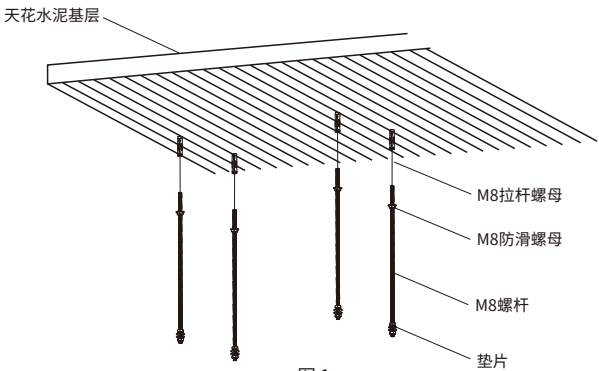

图 1
1.选定安装位置，(我们推荐安装在天花水泥基层) 使用冲击钻打孔定位，将M8拉杆螺母旋入天花基层，随后如图1中的顺序，依次套入M8 螺杆，紧固安装，注意此处安装位置必须确保能承受电动吊架与投影机的重量，以免吊架脱落造成意外。